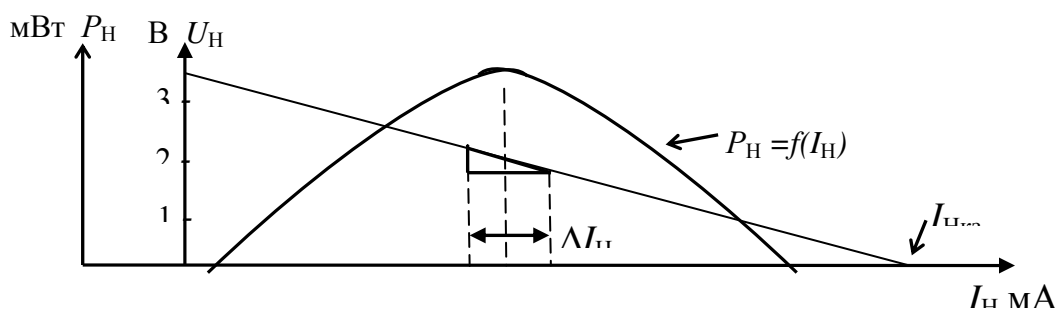

Рис. 3. Примерный вид характеристик
5.3 В тех же координатах постройте график зависимости $U_H = f(I_H)$, введя дополнительную ось для напряжения, масштаб которой отличается от масштаба оси по мощности. Около точки на характеристике, соответствующей максимальной мощности, постройте характеристический прямоугольный треугольник. Определите изменения тока ΔI_H и напряжения ΔU_H рис. 3.
Определите выходное сопротивление источника $r_0 = \Delta U_H / \Delta I_H$ рис. 3.
5.4 В тех же координатах постройте график зависимости $P_{\text{ист}} = f(I_H)$ (на рис. 3 не показан).